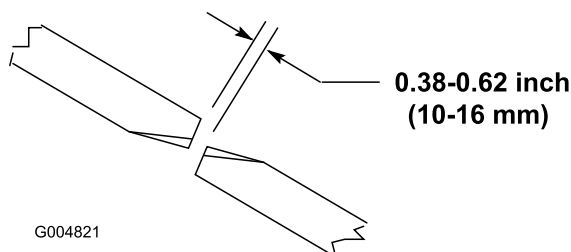

Figura 25
Per garantire il funzionamento ottimale del piatto di taglio occorre una luce di 10-16 mm tra la punta delle lame dei piatti di taglio laterali e quelle del piatto di taglio centrale (Figura 25).
2. Ruotare una lama centrale ed una laterale adiacente in modo che le punte delle loro lame siano allineate. Misurare la distanza tra le punte delle lame (Figura 25).